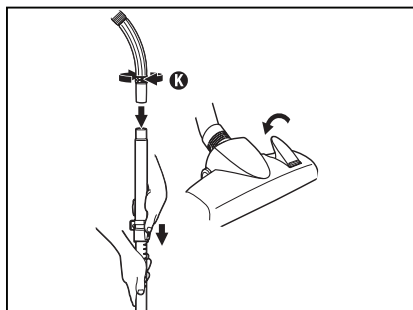

Fig. 6
Étape 3: Pour les modèles a tubes telescopiques, deployez les tubes en appuyant sur le bouton de verrouillage et en tirant sur le tube inferieur jusqu'a ce qu'il atteigne la taille desiree (Fig. 6).
Étape 4: Reglez sur l'aspiration maximale en fermant la bague (K) situee sur la poignée de tuyau (Fig. 6).
Étape 2: Reglez sur l'aspiration minimale en ouvrant la bague (K) situee sur la poignée de tuyau (Fig. 6).